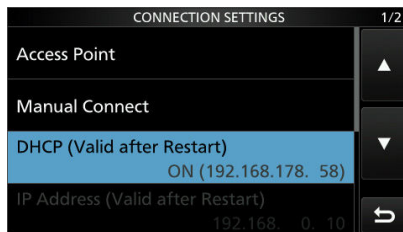
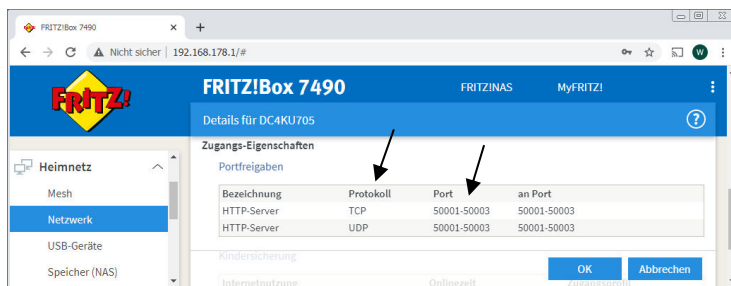
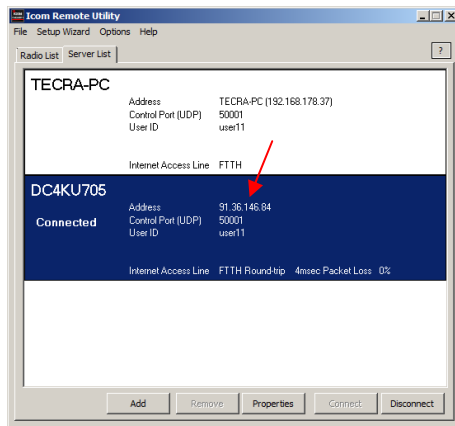

Bild 15: DHCP-Adresse des IC-705: 192.168.178.58
Bild 20: Port-Weiterleitung im Router einstellen
Bild 21: Im Server des IC-705 die "öffentliche IPv4-Adresse" des Routers eintragen
Der IC-705 verfügt über einen eingebauten Server und eine WLAN-Schnittstelle, wodurch sich die Verbindung zur Fernsteuer-Software RS-BA1 vereinfacht (1). Zunächst muß der IC-705 über WLAN mit dem heimischen WLAN-Router verbunden werden. Dazu auf *Menü -> Set* auf *WLAN gehen* WLAN auf *ON* schalten. Dann auf *Connection Settings -> Access Point* und den Zugangspunkt des WLAN-Routers wählen. Das Kennwort (Password) eingeben und anschließend verbindet sich der IC-705 mit dem WLAN-Router. Die DHCP-Adresse des IC-705 erscheint im Display (Bild 15), notieren!
Zur Fernsteuerung aus dem Internet, ist es nur noch ein kleiner Schritt. Im Router müssen unter *Netzwerk (DC4KU705) -> Freigaben* die Ports 50001 bis 50003 weitergeleitet werden (Bild 20) und als IP-Adresse wird nicht mehr die IP des IC-705 verwendet (s. Bild 15), sondern die "öffentliche IPv4 Adresse" des Routers. Diese Adresse findet man im Router unter *Internet -> Online Monitor*, bei mir lautet sie z.B. 91.36.146.84. Dann *Icom Remote Utility -> Server List* öffnen und unter *Adress* die IPv4-Adresse des Routers eintragen (Bild 21).